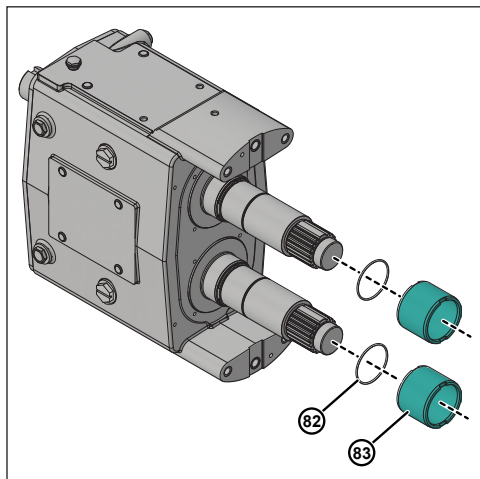

Figure 115 - Dépose des manchons et des joints toriques
4. Retirez les deux manchons (83) et les deux joints toriques (82) de l'arbre, comme illustré à la figure 115.